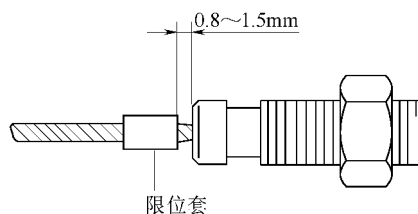

图 11-14 套上限位套
- 2) 如果是新的节气门钢索，应在内钢索上套上限位套。安装时轻轻拉内钢索直至能感到轻度阻力，然后握住钢索，按图 11-14 所示套上限位套，宽 $0.8\sim 1.5\text{mm}$ 。